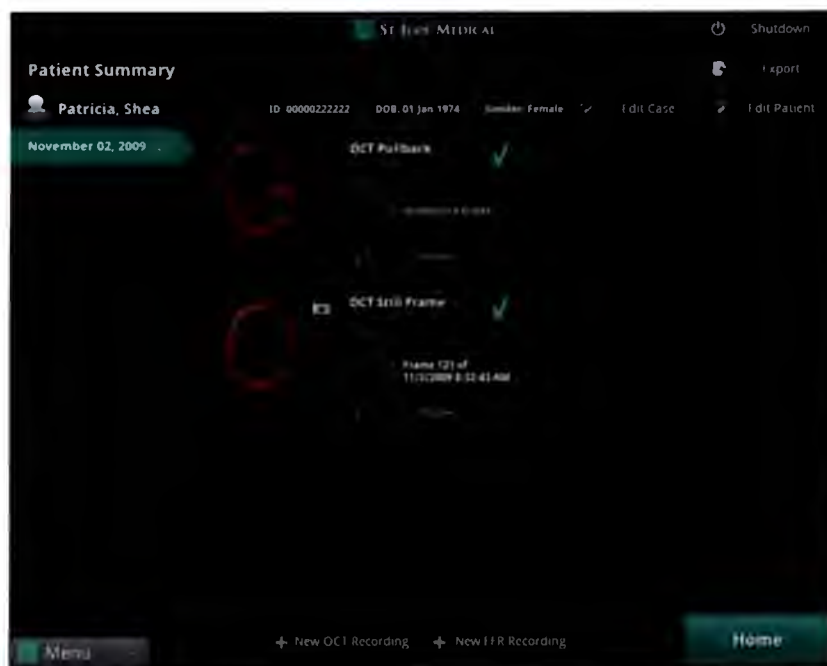

Рисунок 8-4: Выделенные записи
1. В меню **Patient Summary** (сводная информация по пациенту) поставьте флажок возле каждого файла, который требуется удалить (см. рис. 8-4 на стр. 8-14).